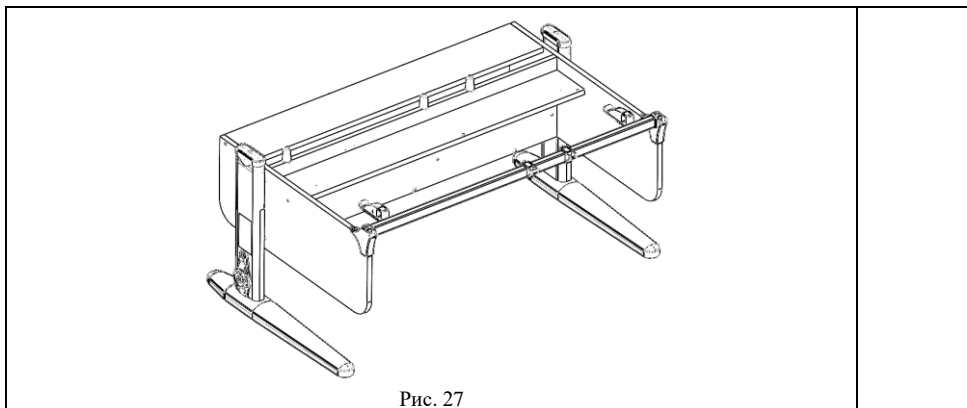

Рис. 27
5.6.2. Предварительно установить кронштейны направляющих лотков правой и левой (поз.1 и 2 пакет № 180), см. рис. 27. Закрепить кронштейны на трубе при помощи саморезов с потайголовкой 4x16 (поз.3, пакет № 180), см. рис.27а. Кронштейны предварительно установить на примерно необходимую длину, в зависимости от размера (длины) полки. **Внимание! Саморезы не затягивать! Окончательно затянуть саморезы после сборки п.5.6.5.**
Рис.27а